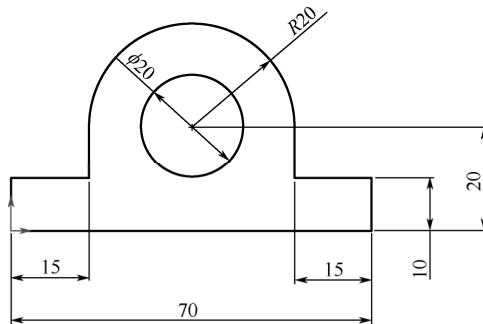

图 3-106 草图
(3) 草图如图 3-106 所示。要求绘制草图, 标注草图尺寸。